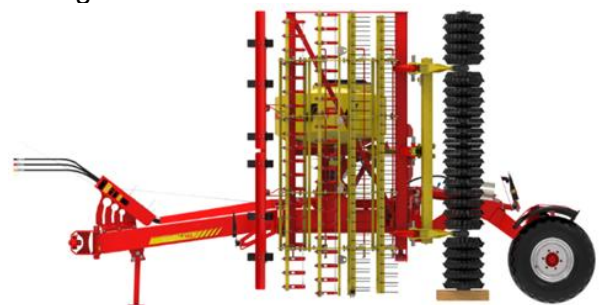

Abbildung 33
- Das Gerät muss eingeklappt und das Fahrwerk abgesenkt sein (siehe Abbildung 33).
- Das Gerät längs auf den Tieflader absetzen (siehe Abbildung 33).